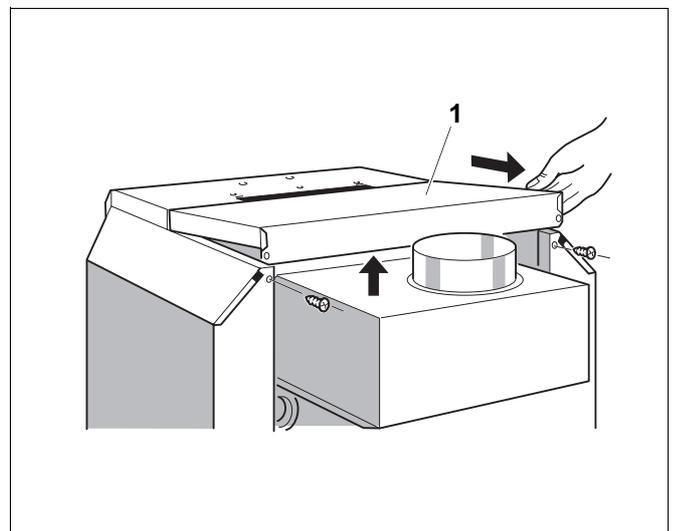

Abb. 9 Hintere Kesselhaube abnehmen
- Die beiden Befestigungsschrauben der hinteren Kesselhaube (Abb. 9, **Pos. 1**) herausdrehen. Hintere Kesselhaube anheben und nach hinten wegnehmen (Abb. 9).